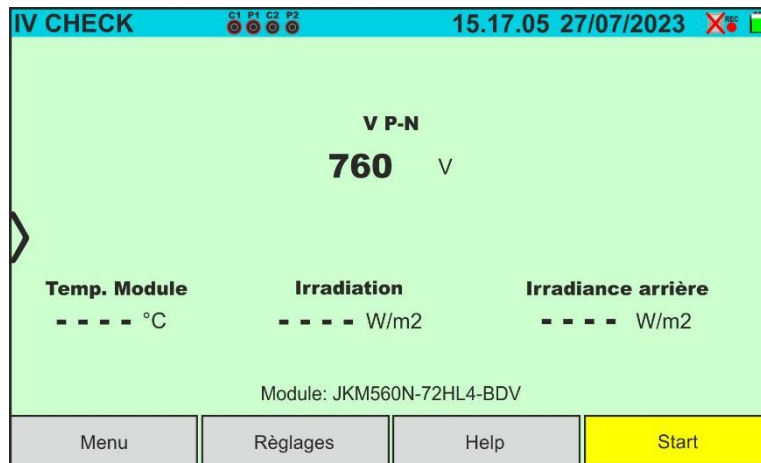

Fig. 74: Test IVCK avec SOLAR03 en enregistrement synchrone en module Biface
11. Dans le cas de modules **Biface**, l'écran de la Fig. 74 est présent à l'écran. Les paramètres suivants sont affichés :